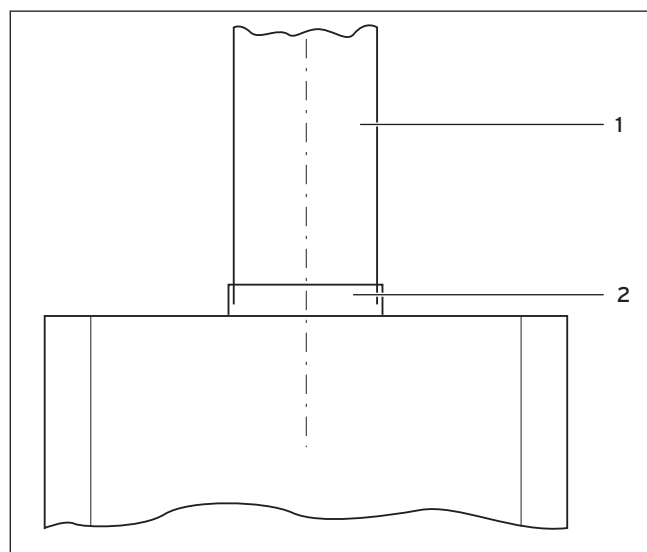

Fig. 4.1 Ligação ao sistema de evacuação dos gases de combustão
- Deixar a torneira aberta e desligar e ligar novamente o aparelho, premindo duas vezes o interruptor principal (10).
- Instale o tubo de evacuação dos gases de combustão (1) na ligação do tubo de evacuação dos gases de combustão (2) no recorte do fluxo; consulte a fig. 4.1.